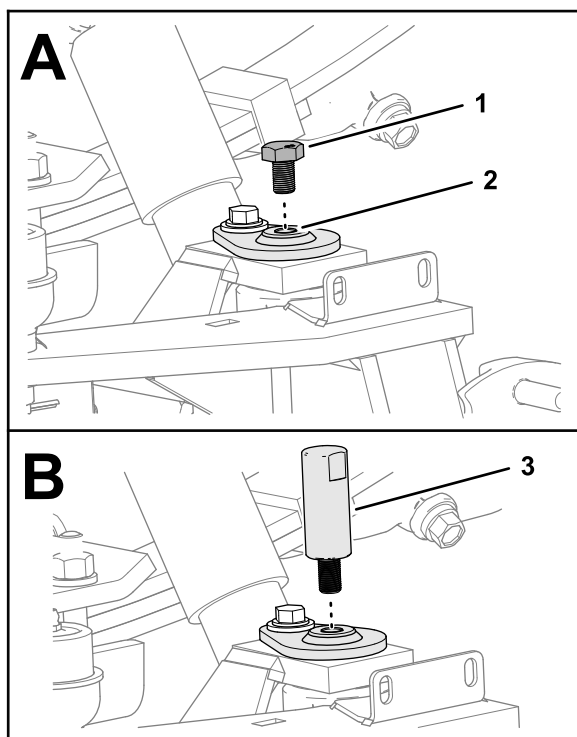

図 6
1. キングピンの端からキャップスクリューを取り外す (図 6)。
2. 調整ツールをキングピンの上部にねじ込む (図 6)。